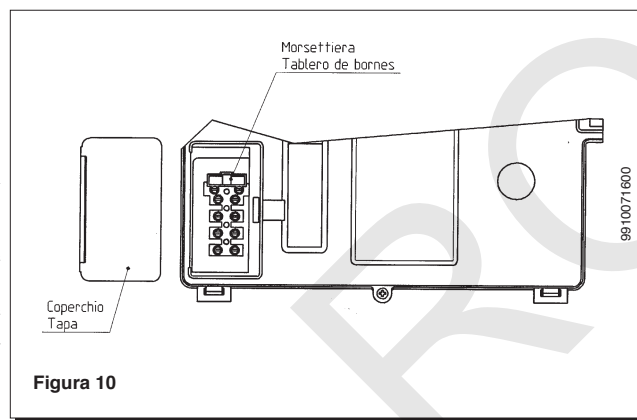

Figura 10
- togliere il coperchio ed accedere alla zona collegamenti elettrici (figura 10).
- remover el tapa y acceder a la zona conexiones eléctricas (figura 10).